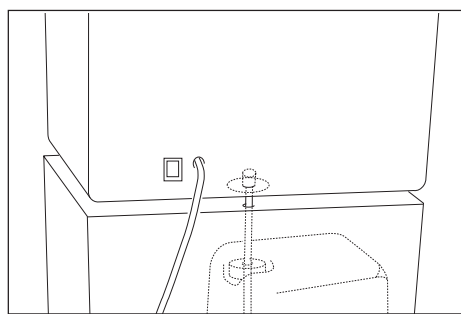

Fig. 7
- Brancher le tuyau d'aspiration contenu dans le support sur le raccord spécialement prévu sous l'appareil (Fig. 7).